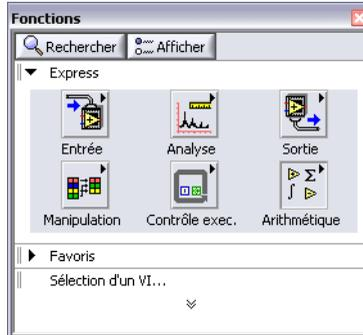

Figure 1-6. Palette des fonctions
3. Si la palette **Fonctions**, illustrée dans la figure 1-6, n'est pas visible, sélectionnez **Affichage»Palette des fonctions** pour l'afficher. Par défaut, la palette **Fonctions** s'ouvre en affichant la sous-palette **Express**. Si vous avez sélectionné une autre sous-palette, vous pouvez revenir à la palette **Express** en cliquant sur **Express** sur la palette **Fonctions**.